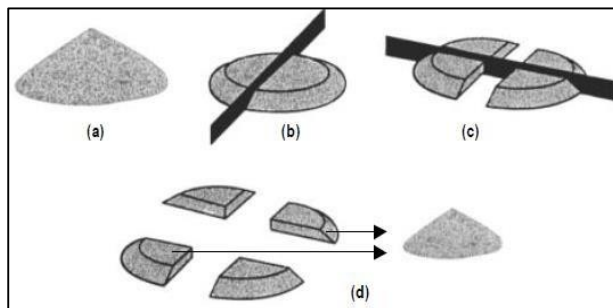

Imagen 2. Reducción por cuarteo.
- Formar una torta con el residuo ya mezclado y dividir en cuatro partes iguales, tal como se muestra en la Imagen 2.